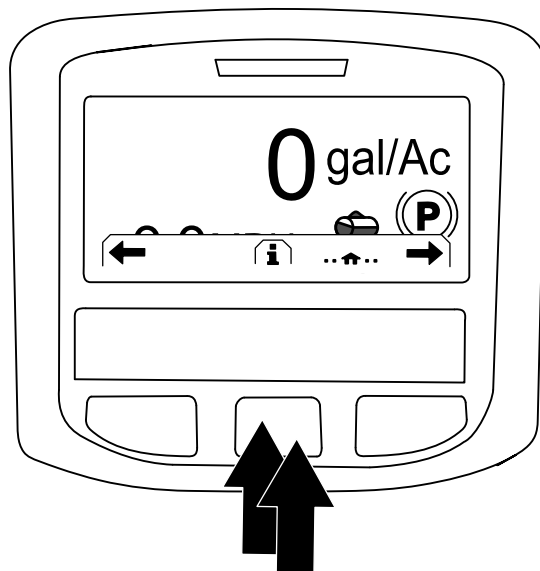

図 224
2. インフォセンターのホーム画面で、中央ボタンを押して、ナビゲーション画面に入る 図 224。
3. 中央ボタンをもう一度押してメインメニューを表示させる 図 224。